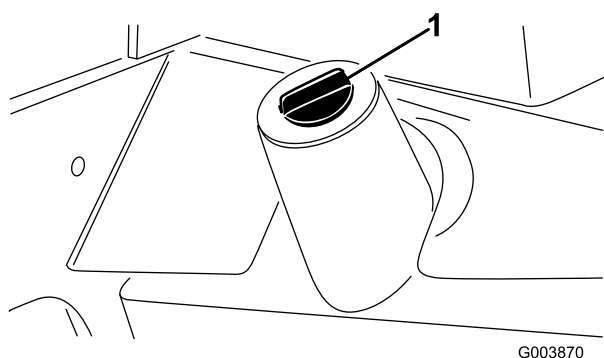

Figura 71
- Coloque um recipiente de escoamento grande debaixo do bujão de drenagem do reservatório do fluido hidráulico (Figura 71).
Retire o bujão de escoamento da parte inferior do reservatório (Figura 71) e deixe o fluido hidráulico escorrer para o recipiente.